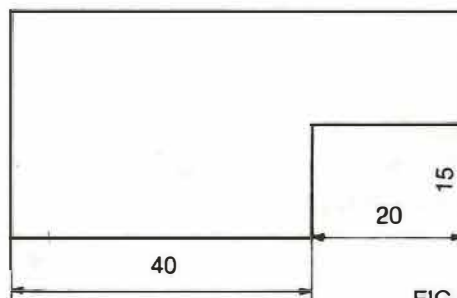

FIG. 14
- Una línea de cota no debe servir como línea de referencia (Fig. 14).